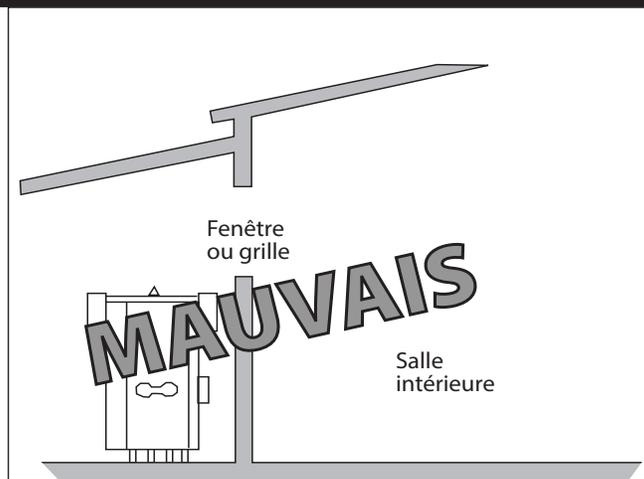

Figure 7. Installation en extérieur à éviter.
3. N'installez jamais le chauffe-eau sous une quelconque sorte de surplomb de toit. Ne placez pas le chauffe-eau sous ou à côté de portes, fenêtres, persiennes, grilles, etc. qui sont en communication de toute façon que ce soit avec une zone habitée d'un bâtiment. Cela comprend d'autres structures telles que les garages ou les locaux de service (voir Figure 7).